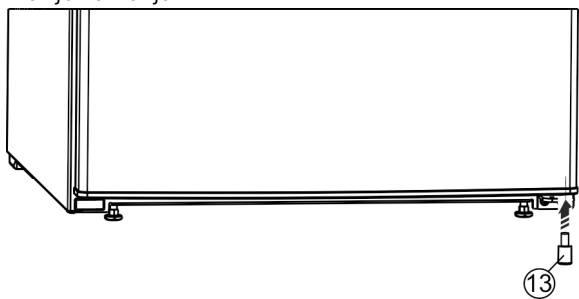

Fig. 26 *
- ▶ Distančnik Fig. 26 (13) ponovno namestite v vrata spodaj desno, saj je pomemben za stabilnost naprave.*